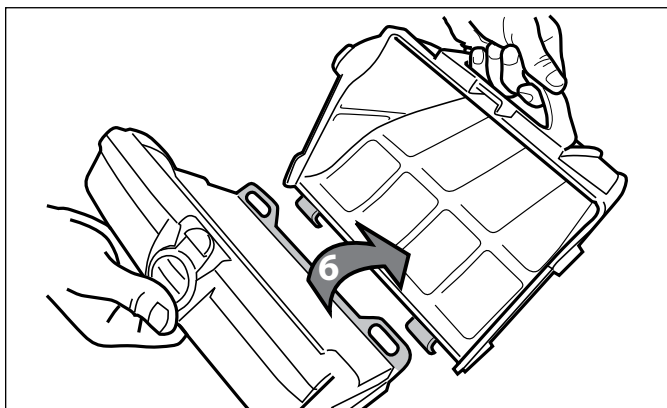

Figure 27. Retirer le carter du filtre
- Séparer le sac filtrant du support du filtre (6), comme illustré à la Figure 27.